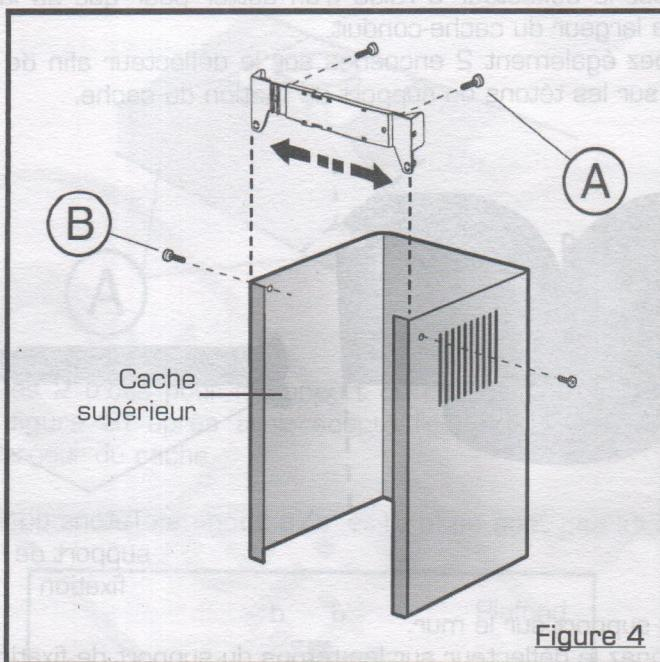

Figure 4
13. Vissez le cache supérieur sur le support à l'aide des 2 vis (B) figure 4.
16. Vissez le cache supérieur sur le support à l'aide des 2 vis (B) figure 4.